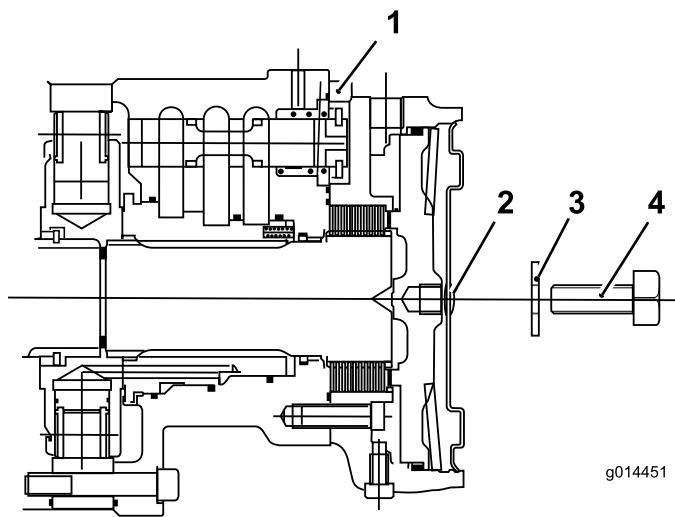

Рисунок 42
6. Заверните болт 12 x 40 мм с шайбой 12 мм в отверстие в центре торцевой пластины мотора (Рисунок 42).
- Заворачивайте болт в резьбовое отверстие поршня тормоза до тех пор, пока тормоз не будет отпущен (Рисунок 42).